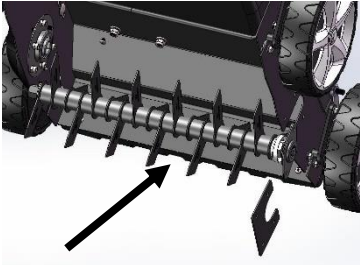
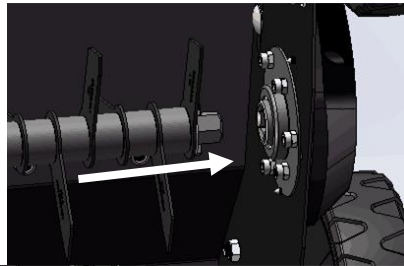
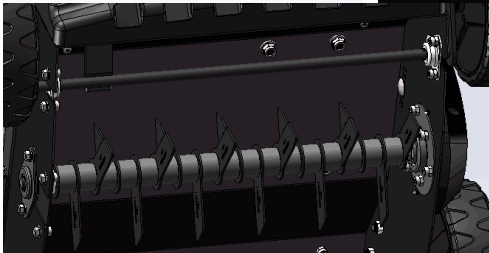

Fig.11C
Fig.11D
Fig.11E
2. Levante el tambor y tire de él en la dirección de la flecha. (Fig.11C)
1. Empuje el nuevo tambor en la dirección de la flecha, insértelo en el alojamiento hexagonal interior y fije el otro lado del tambor en el soporte. (Fig.11C/ Fig.11D/ Fig.11E).